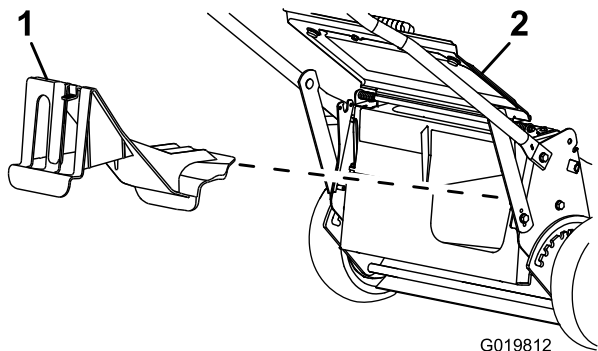

Figure 3
- Montez l'obturateur d'éjection arrière en prenant la poignée, en élevant le déflecteur arrière et en l'insérant dans l'éjecteur arrière jusqu'à ce que le verrou s'enclenche en place (Figure 3).